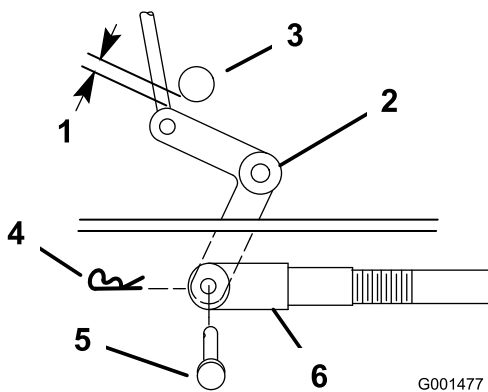
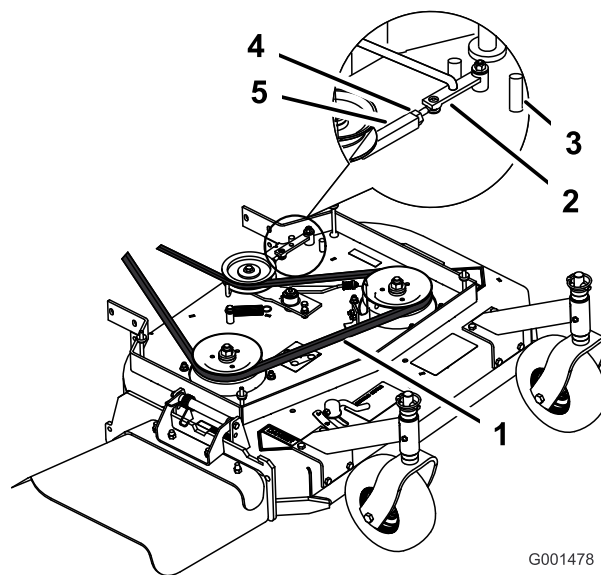
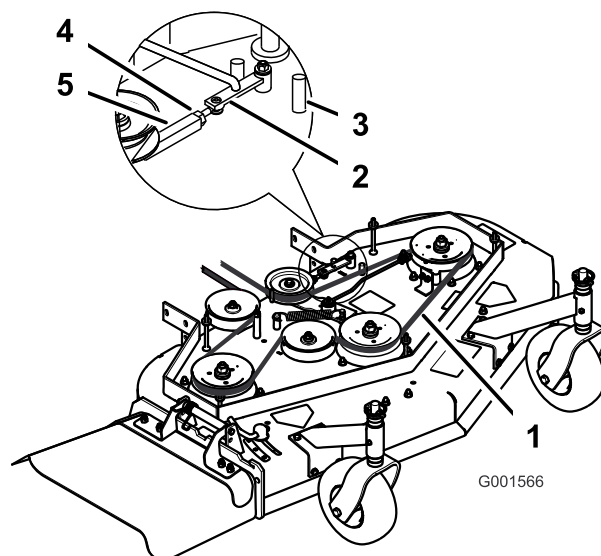

Figure 49
Figure 50
Figure 51
**Remarque:** La tension correcte de la courroie du tablier de coupe est de 44 à 67 Nm (10 à 15 pi-lb) avec une flèche de 13 mm (1/2 po) à mi-chemin entre les poulies (Figure 50 ou Figure 51).
9. Vérifiez l'écartement entre l'axe coudé et l'arbre de sortie de transmission (Figure 49).
11. Tournez la chape dans le sens horaire sur la tige pour accroître l'écartement, et dans le sens antihoraire pour le réduire (Figure 49).
**Remarque:** Si le bras d'assistance ne touche pas la butée avant du tablier de coupe (Figure 50 ou Figure 51), réglez la chape de sorte à rapprocher le levier coudé de l'arbre de sortie de transmission (Figure 49).